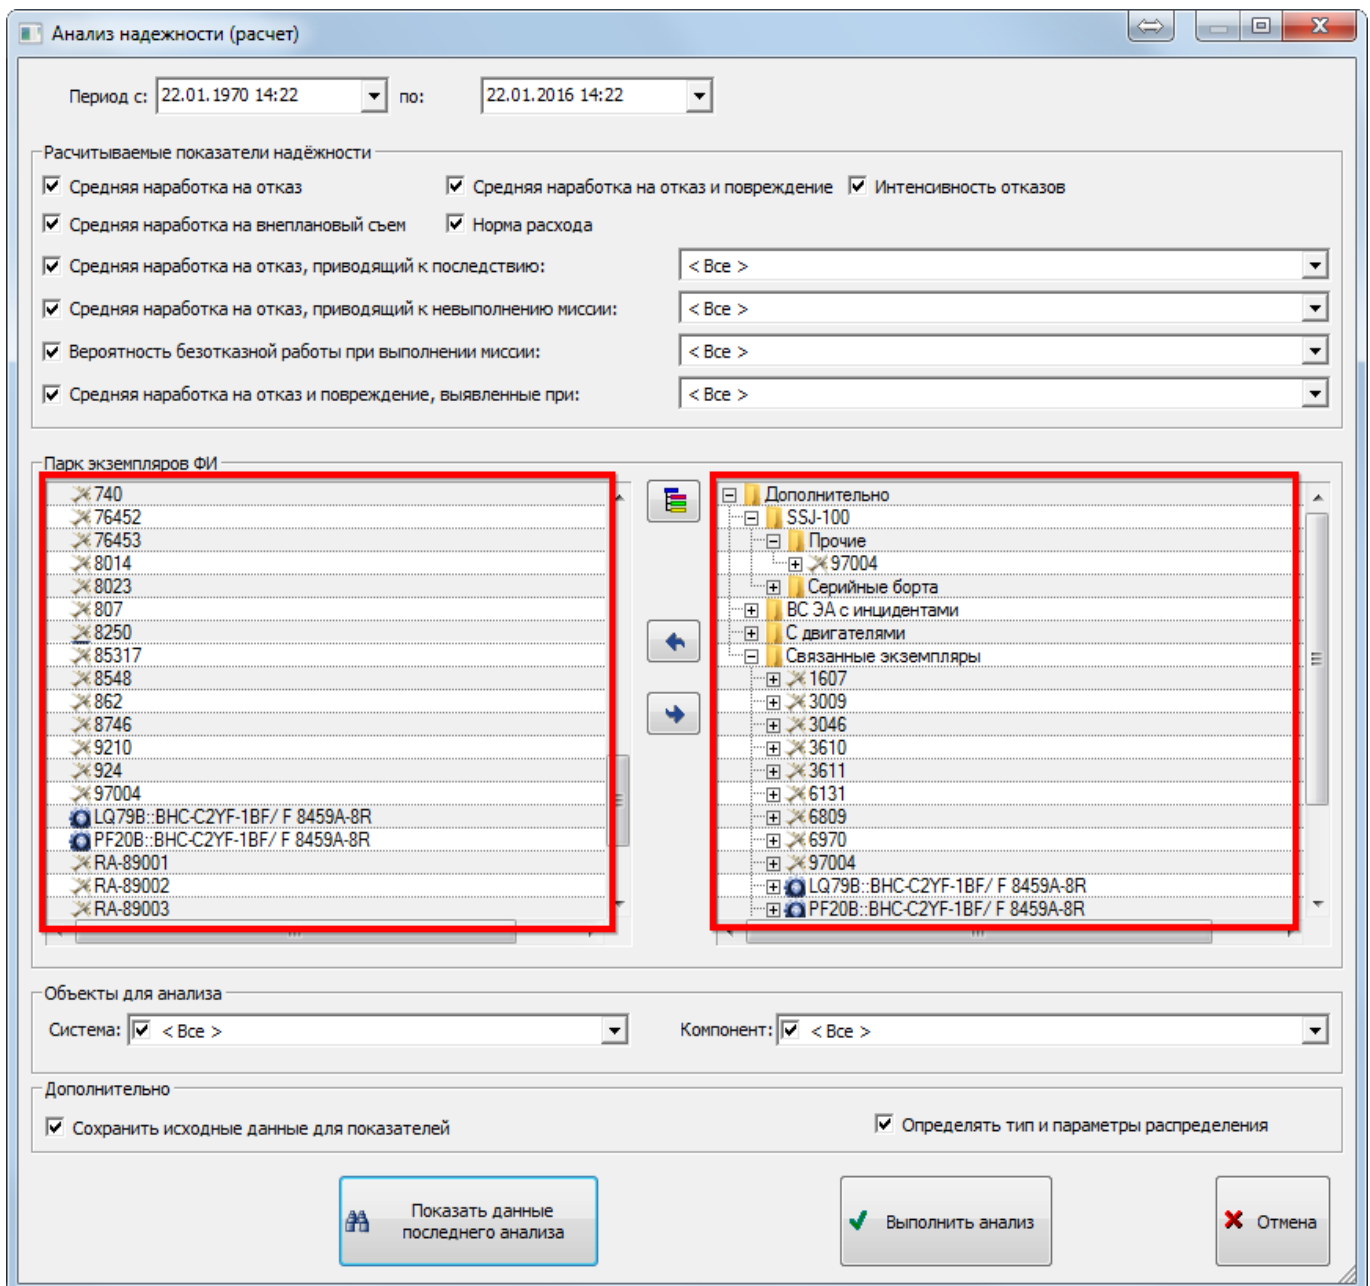

Рис. 13-542 – Окно «Анализ надежности (расчет)»
- 3) Нажать кнопку «Анализ надежности» на вкладке «Анализ» (рис. 13-542).